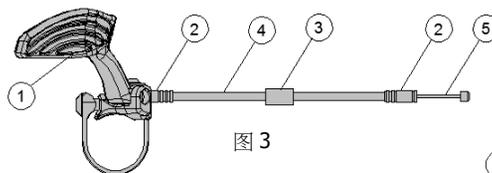

图 3
2. 将外管 ④ 穿入自行车车架并由座管穿出。在外管套上端塞。(图 3)